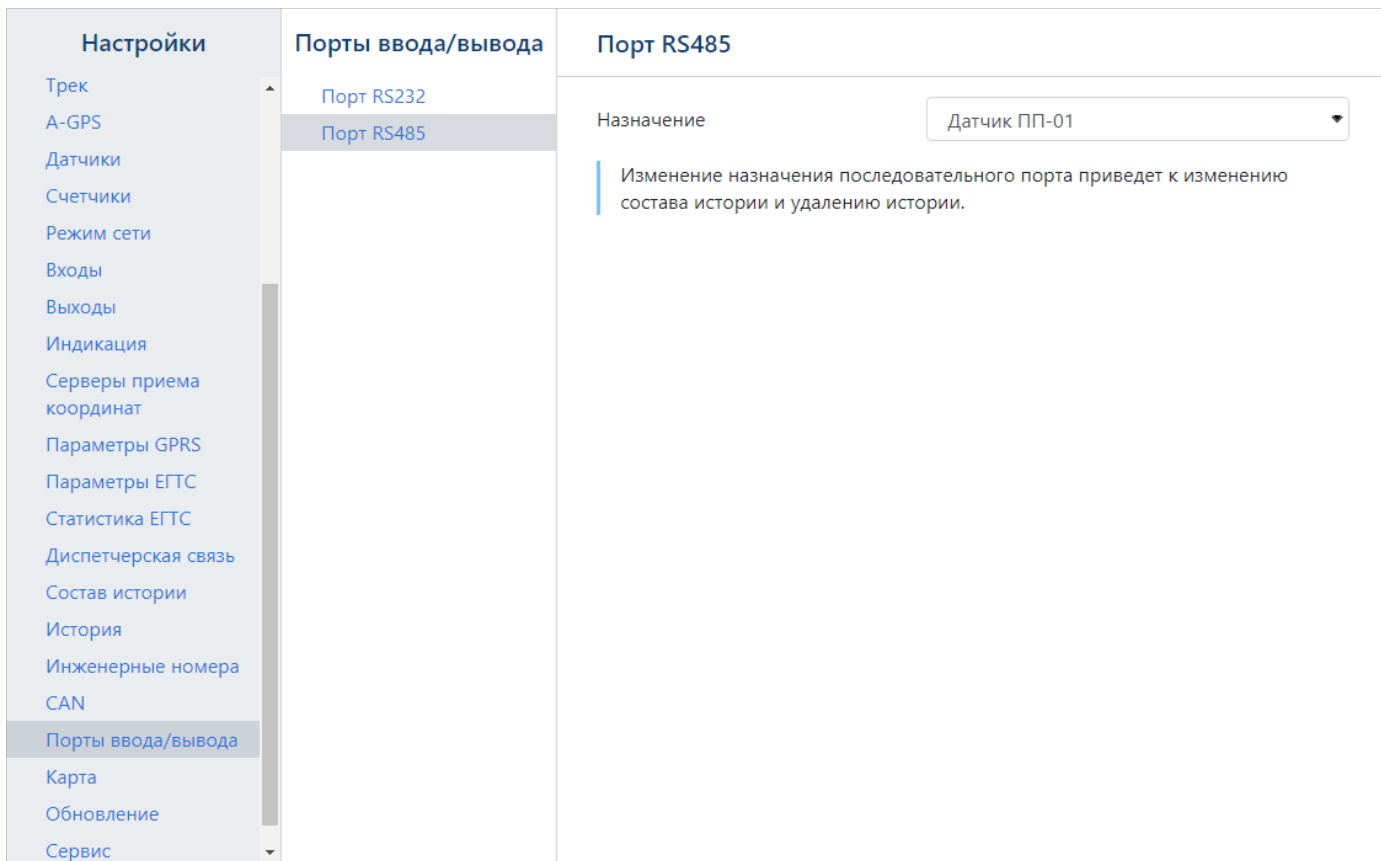

Рисунок 52. Раздел «RS-485» → «Датчик ПП-01»
3. В подразделе «Порт RS-485» (рис. 52) раздела «Порты ввода/вывода» в поле **Назначение** выберите **Датчик ПП-01**.